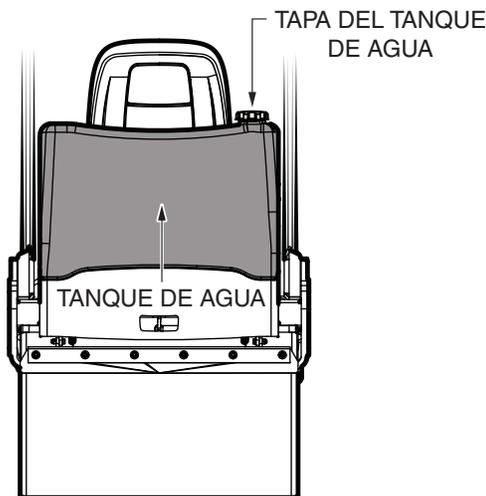

Figura 15. Tanque de agua
1. Inspeccione visualmente el nivel de agua del tanque. Si el nivel es bajo, es necesario agregarle agua al tanque (Figura 15). La capacidad total es de 34 galones (130 litros).